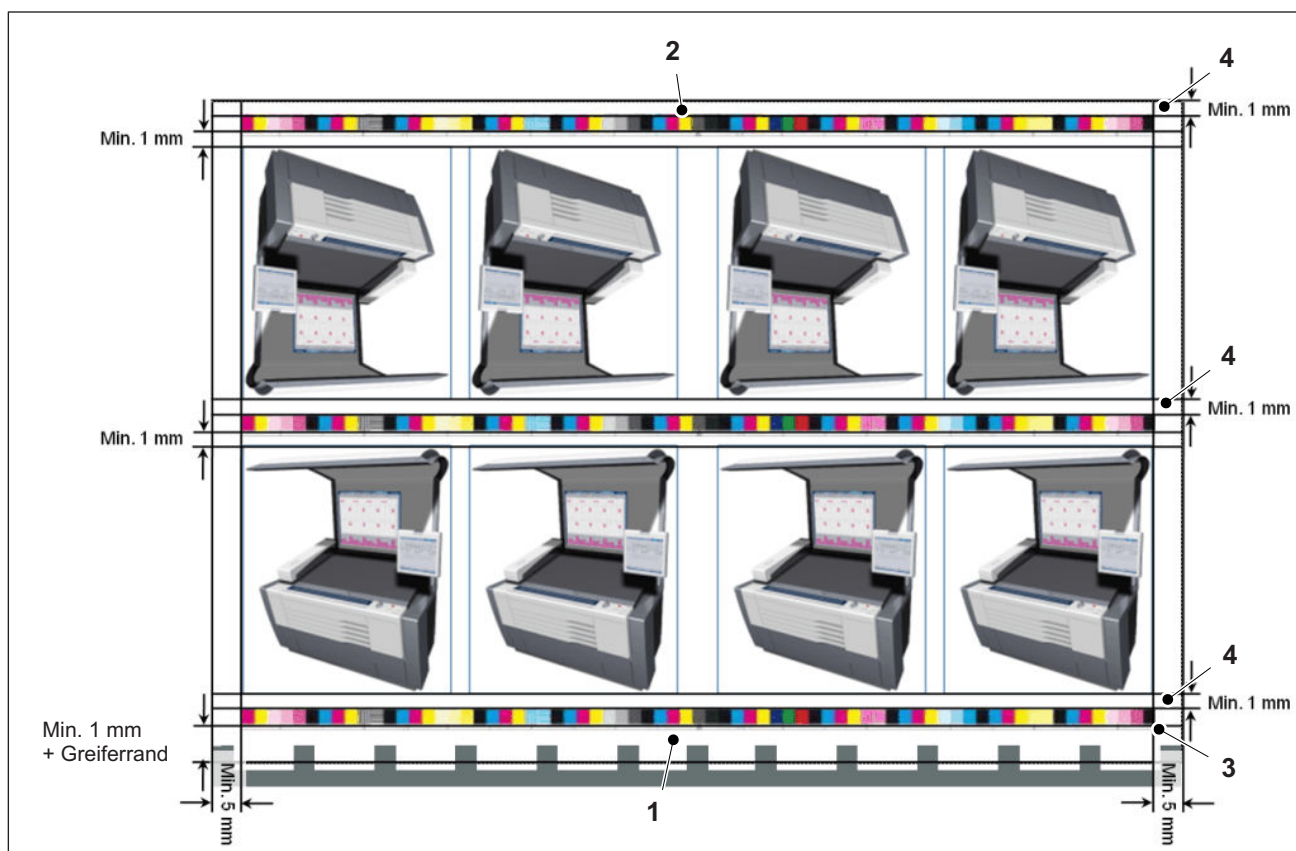

Abb. 24 Montage Prinect Axis Control am Prinect Press Center und Press Center XL 2
- Sie können den Druckkontrollstreifen an jeder beliebigen Position zwischen Greiferrand (Abb. 24/1) und Bogenhinterkante (Abb. 24/2) montieren.
- Zur automatischen Papierweißmessung und Erkennung des Druckkontrollstreifens müssen zwischen den seitlichen Papierkanten und dem Beginn des Druckkontrollstreifens mindestens 5 mm Papierweiß sein (Abb. 24/3).
- Wenn Sie mit der automatischen Spurverfolgung (Auto Tracking) arbeiten, muss mindestens 1 mm Papierweiß zwischen den Farbmessfeldern und dem Druckbild sowie zur Bogenhinterkante sein (Abb. 24/4).